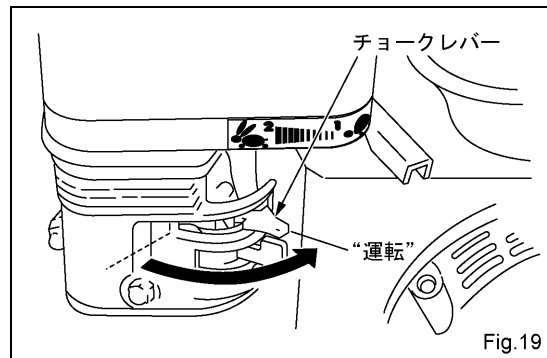

Fig.19
(5) 始動
(6) チョーク
- ・ チョークレバーを“始動”にしたときは、エンジン回転が安定することを確認しながら徐々に“運転”の方向に戻します。(Fig.19)